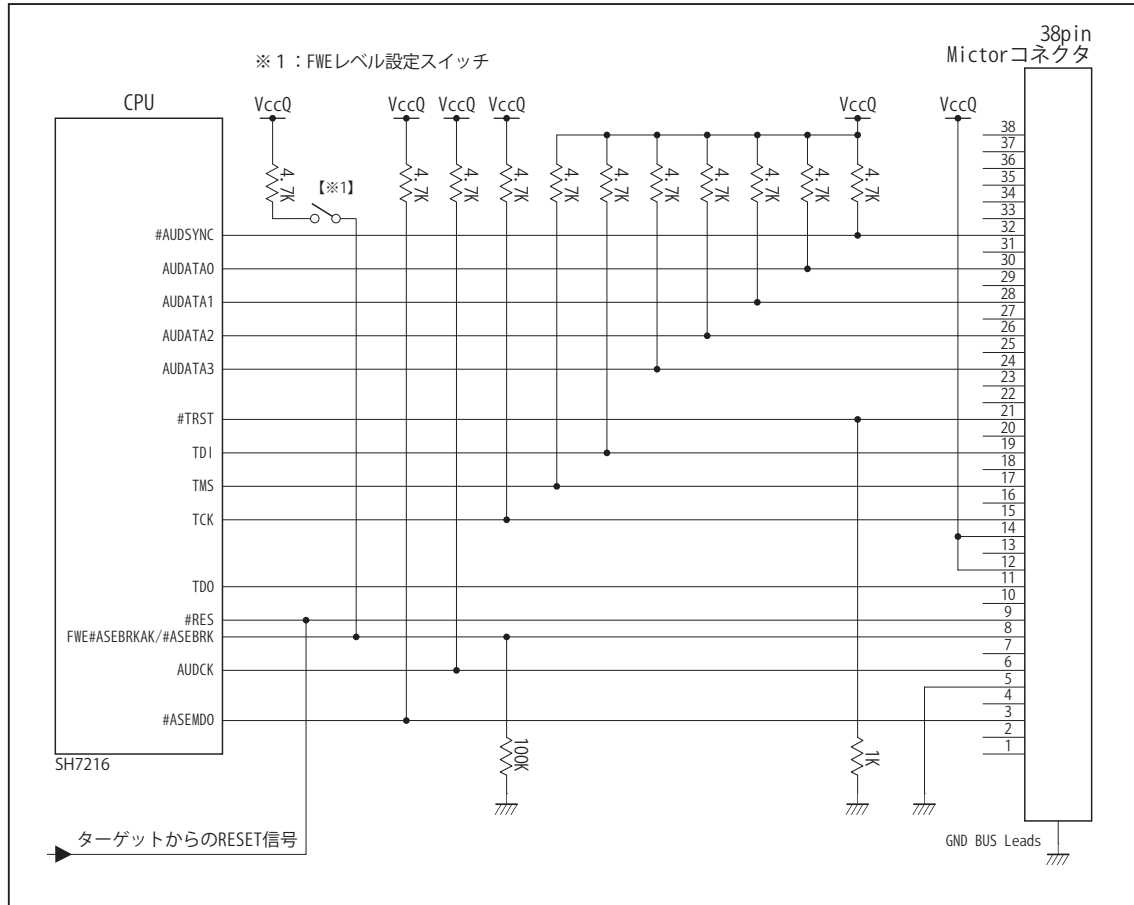

図6. AUD 38pin コネクタ接続図
- ・図6に記載されている抵抗値は参考値です。
- ・FWE 端子 (入力端子) は #ASEBRKAK/#ASEBRK 端子 (入出力端子) とマルチプレクサされています。そのため FWE 端子のレベル設定は VccQ や GND に直結せず、図6のようにプルアップ/プルダウン抵抗で行って下さい。